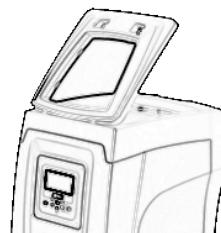

Fig. 2
- Sida A:** En lucka ger åtkomst till teknikutrymmet. Ta bort luckan genom att föra in två fingrar i gummiuttagen, klämma ihop och vrida luckan runt gångjärnen på motsatt sida av uttagen (se Fig. 2). Sätt tillbaka luckan på sin plats genom att föra in gångjärnen i sina säten och snäppa fast luckan.